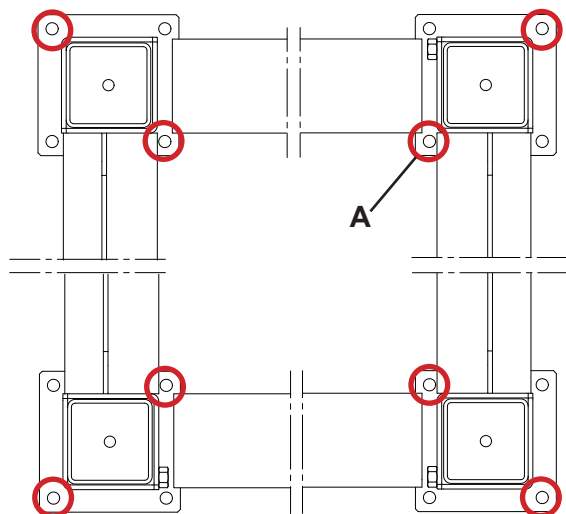

Fig. 10
- Føttene festes med 2 stk ekspansjonsbolter diagonalt overfor hverandre i hver fotplate **(A) fig. 10**. Ekspansjonsboltene følger med maskinen.